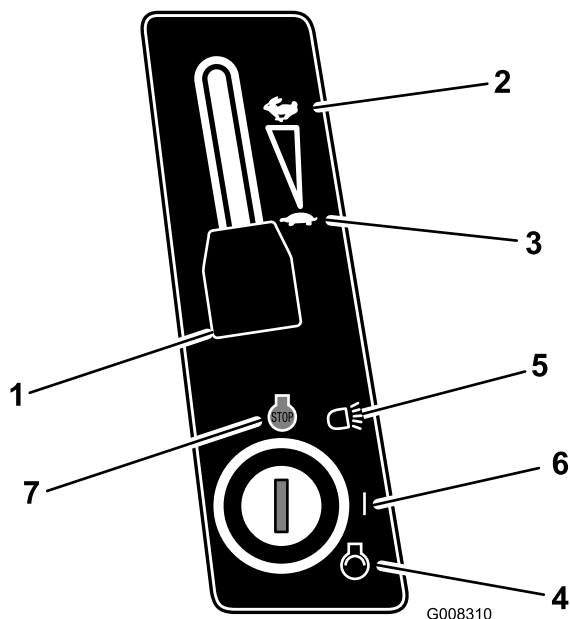

Figure 13
- Si le moteur est froid, placez la manette d'accélérateur en position Starter (Figure 13).
- Placez la manette d'accélérateur en position Bas régime (Figure 13).
- Tournez la clé de contact dans le sens des aiguilles d'une montre et maintenez-la en position de Démarrage (Figure 13). Relâchez la clé quand le moteur démarre.
- Lorsque le moteur démarre, amenez progressivement la manette d'accélérateur en position Haut régime (Figure 13).
- Tournez la clé de contact en position Contact coupé (Figure 13).